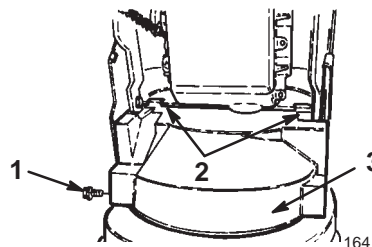

Bild 4
11. Installieren Sie die untere Antriebsriemenabdeckung an der Unterseite des Gehäuses von Schnecke/Gebläserad und des Motorrahmens, wobei Sie zwei 1 mm Bundbolzen verwenden (Bild 4).
14. Befestigen Sie die obere Antriebsriemenabdeckung mit drei 1,3 cm Bundbolzen am Motorrahmen (Bild 4).